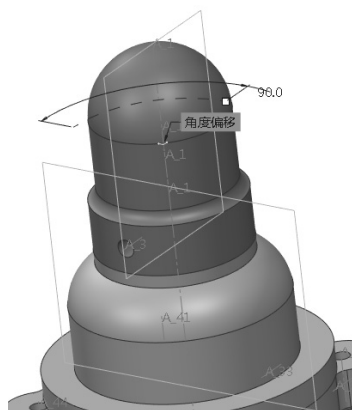

图 8-40 阀帽轴约束
(1) 单击【元件】命令组中的【组装】按钮, 在【打开】对话框中选择“阀帽.prt”, 单击【打开】按钮, 调入零件。
(2) 在【元件放置】选项卡中修改约束条件为【重合】, 然后选择绘图区域的“阀帽.prt”的中心轴 A_1 和“阀盖.prt”的腔体中心轴 A_1, 为其添加重合约束, 如图 8-40 所示。